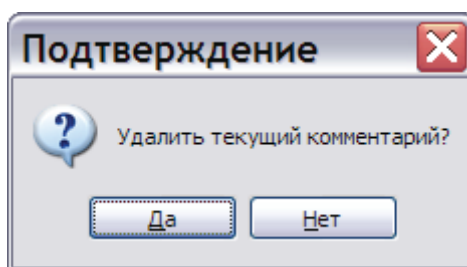

Рис. 3.19
1. В окне **Примечания** выделите примечание и нажмите на кнопку **Удалить** на панели инструментов окна. После этого появится запрос на подтверждение удаления (Рис. 3.19).